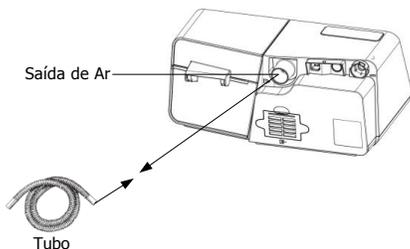

Fig. 11-5
(1) Ligue uma ponta do tubo à saída de ar do dispositivo, como mostrado na Fig. 11-5.